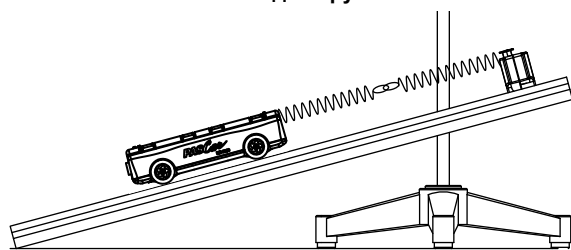

Рис. 5.2. Пружины, соединенные последовательно
- Добавьте вторую пружину, присоединив ее последовательно, как показано на рис. 5.2, и повторите шаг 5.